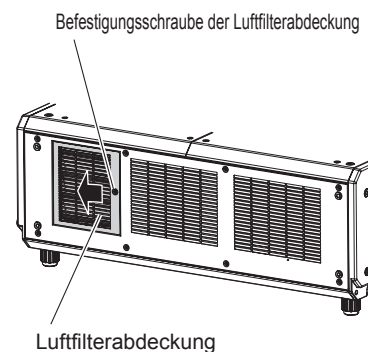

Abb. 2
2) Schieben Sie die Luftfilterabdeckung zum Schließen in Pfeilrichtung (Abb. 2) und ziehen Sie dann die Befestigungsschraube der Luftfilterabdeckung mit einem Kreuzschlitzschraubendreher fest.